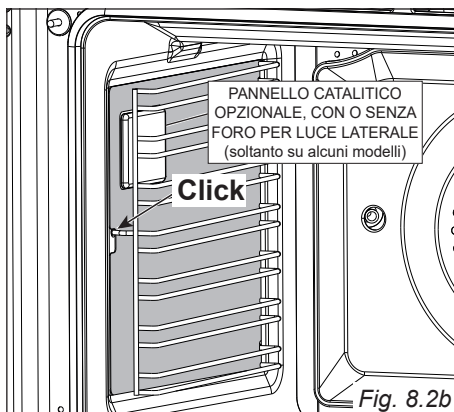

Fig. 8.2b
- Inserire l'estremità anteriore (rebbio) del telaio laterale nel foro nella parte anteriore del forno (fig. 8.2b);